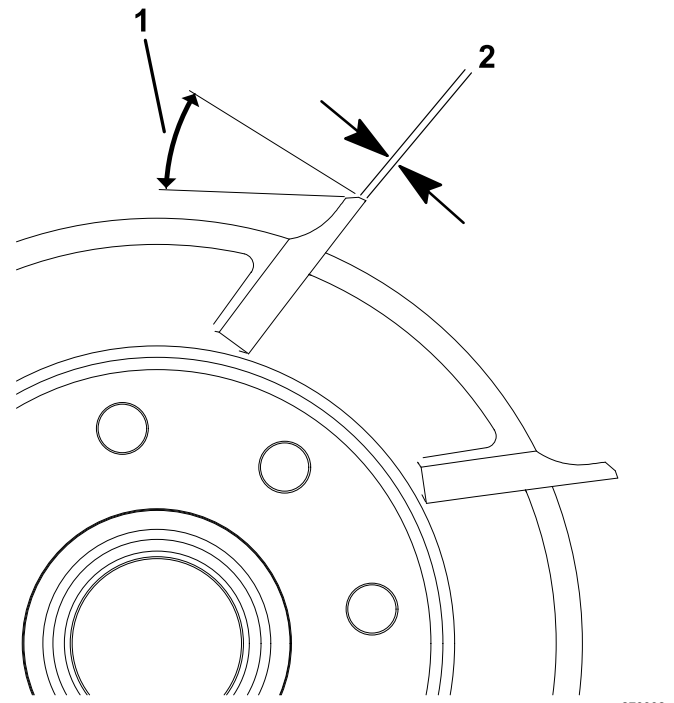

Figura 19
1. Afíle todas las cuchillas con un rebajo de 30 grados hasta que la anchura de la superficie de incidencia sea de 0,76 a 1.27 mm (Figura 19).